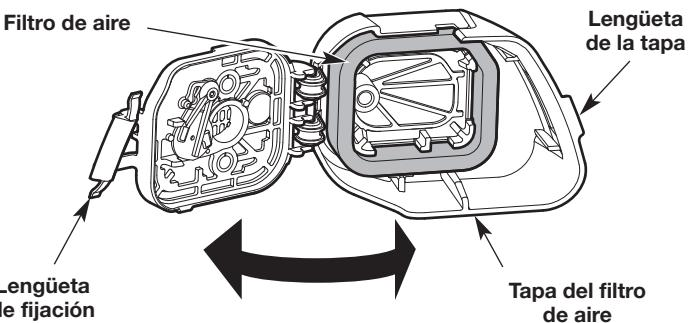

Fig. 23
1. Abra la cubierta del filtro de aire: Enganche sus dedos detrás de la lengüeta de la tapa. Para desatar la tapa del filtro de aire, jale hacia la izquierda y lejos del motor. Es posible que deba jalar firmemente. Gire la cubierta del filtro de aire hacia la derecha (Fig. 23).
2. Extraiga el filtro de aire del interior de la cubierta del filtro de aire (Fig. 23).
6. Reinstale el filtro de aire dentro de la cubierta del filtro de aire (Fig. 23).
7. Cierre la cubierta del filtro de aire: Gire la cubierta del filtro de aire hacia la izquierda y oprímala para cerrarla hasta que la lengüeta de fijación entra a presión en su lugar (Fig. 23).